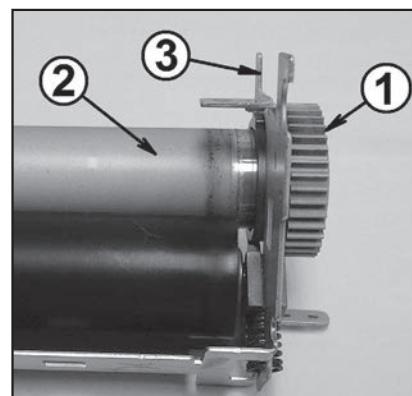

Рис. 20
15. Запоминают расположение шестерни (1 на рис. 20) привода термовала (2). Удерживая узел термозакрепления за металлическое основание (3 на рис. 20), перемещают шестерню вправо и снимают ее с термовала.